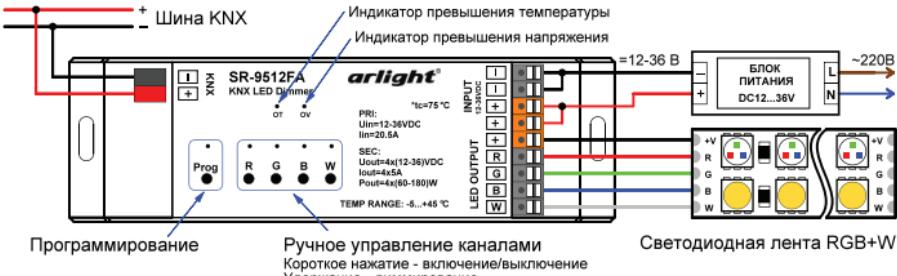

Рис.1. Схема подключения контроллера
- 3.3. Выполните подключение контроллера в соответствии со схемой Рис.1 и маркировкой на корпусе контроллера.